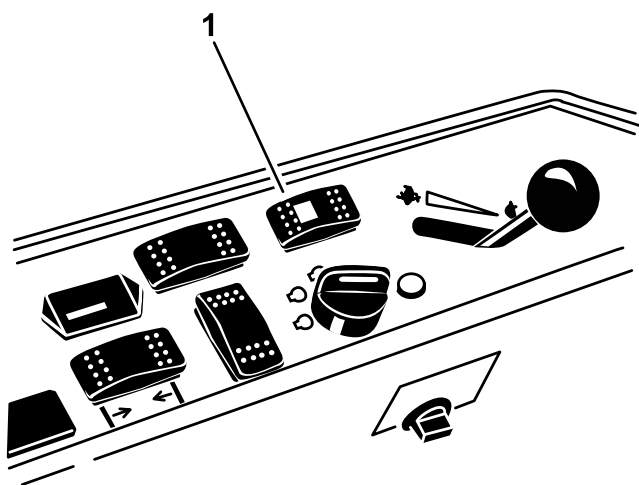

Рисунок 40
1. Переведите переключатель режимов рулевого управления назад (рулевое управление с приводом на четыре колеса) (Рисунок 40).